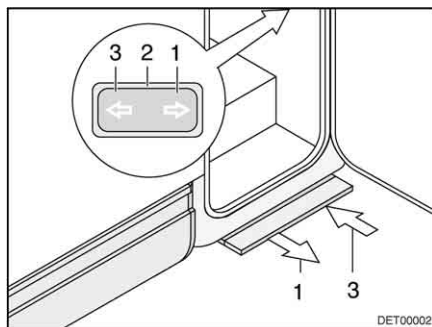

Bild 1 Bedienschalter Eintrittstufe
Der Schalter (Bild 1,2) zum Bedienen der Eintrittstufe ist im Inneren des Fahrzeugs im Bereich der Eingangstür angebracht.
- Vordere Hälfte des Wippschalters (Bild 1,1) drücken, bis die Eintrittstufe vollständig ausgefahren ist.
- Hintere Hälfte des Wippschalters (Bild 1,3) drücken, bis die Eintrittstufe vollständig eingefahren ist.